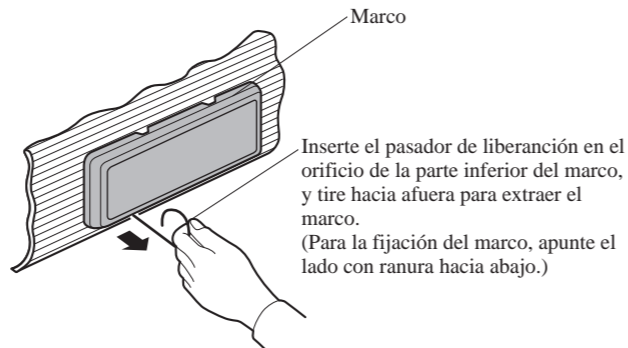
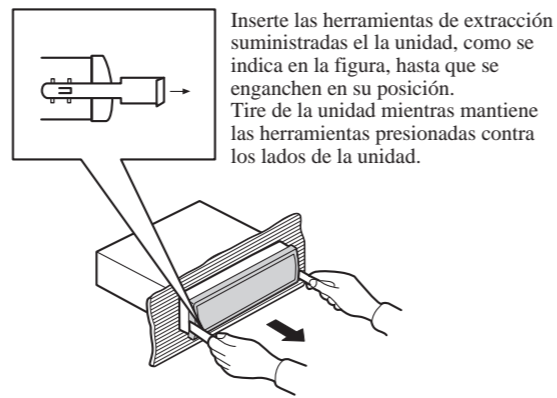

Fig. 5
Fig. 6
**Quitado de la unidad (Fig. 5) (Fig. 6)**